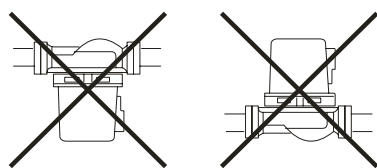

Рис.2
**2.7.** Запрещается установка оси вала электромотора вертикально (рис. 2).